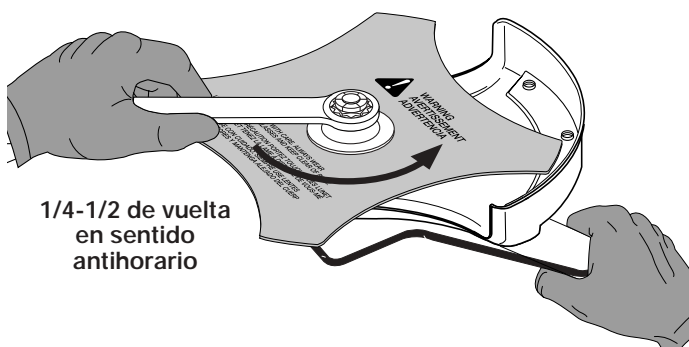

Figure 13
- Si no tiene una llave de torsión, use una llave de boca cerrada de 5/8 de pulgada o de casquillo, gire la tuerca hasta que el retén de la cuchilla esté ajustado contra el buje del eje. Verifique que la cuchilla esté bien instalada, luego gire la tuerca 1/4 a 1/2 vuelta más en sentido antihorario (Fig. 13).